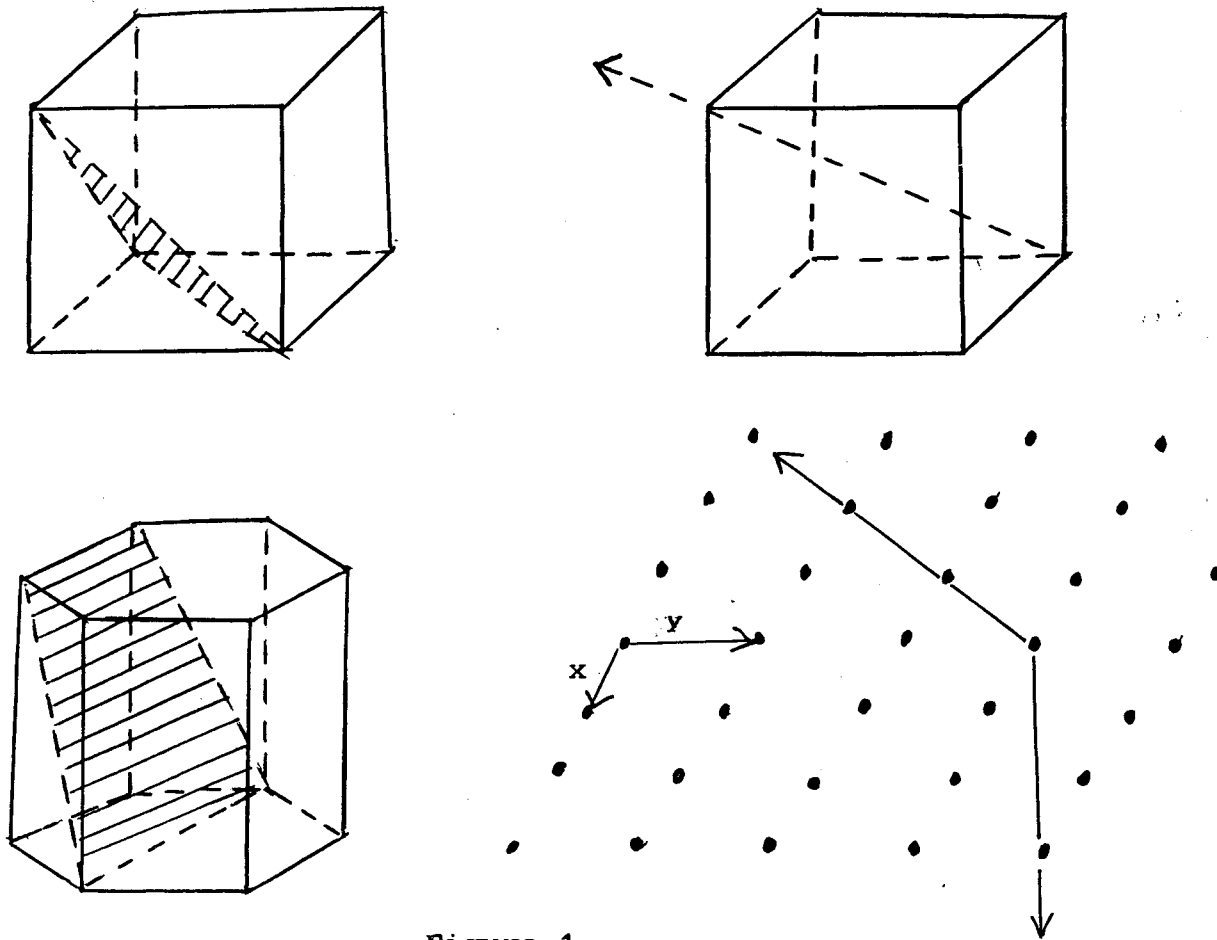

Figure 1
- (d) Index the planes and directions in Figure 1.